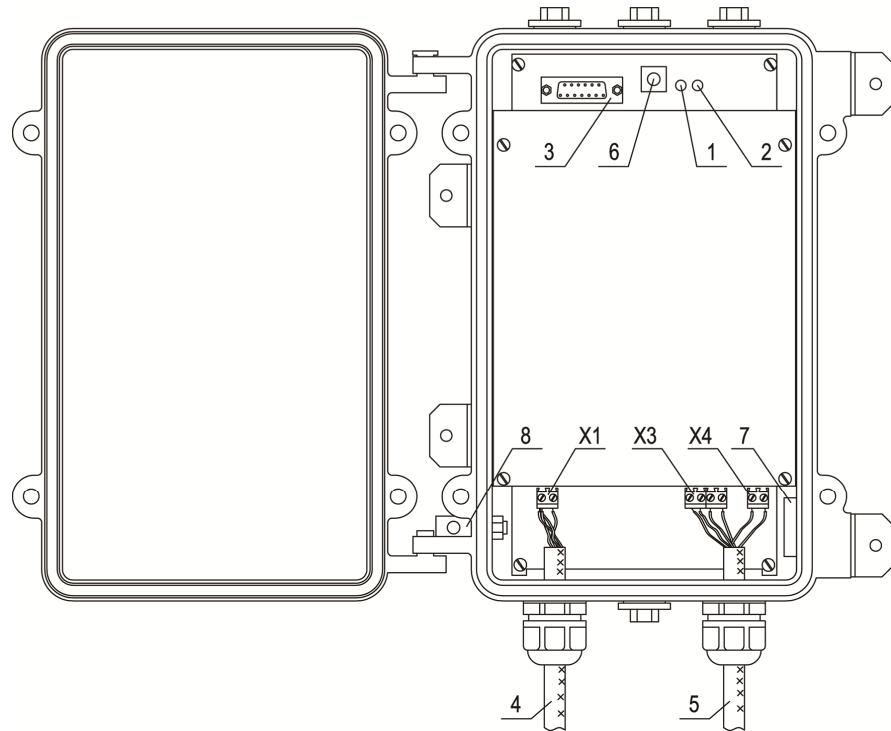

Рисунок 2.2. Блок электронный.
Конструктивно БЭ выполнен в герметичном корпусе, состоящем из двух частей: основания и крышки (рис. 2.2.). Крышка поворачивается относительно основания на двух петлях; плотное прилегание к основанию и герметизация внутреннего объема БЭ обеспечивается с помощью уплотнительной прокладки, расположенной на основании.
В нижней части платы электронной (вблизи гермовводов) расположены (рис. 2.2.):
В верхней части платы электронной расположены (рис. 2.2.):
- 3.1.2.4. Подключить БЭ к источнику напряжения 11,5 – 28,5 В постоянного тока. При этом светодиодные индикаторы «Тревога» и «Неисправность» (рис. 2.2.) могут засветиться на непродолжительное время. Окончание свечения индикаторов по прошествии 40 с с момента подачи питания будет косвенно свидетельствовать о правильности монтажа КЧЭ и готовности изделия к проверке его функционирования. Если индикатор «Неисправность» (рис. 2.2.) за это время не погаснет, то это свидетельствует о неисправности КЧЭ. Поиск и устранение неисправности производится в соответствии с разделом 5.3 настоящего РЭ.
- 3.2.1.3. Не ранее, чем через 1 мин после подачи питания на БЭ, нажать и отпустить кнопку «TEST» на плате БЭ. Наблюдать кратковременное (в интервале 1...5 с) свечение светодиода «Тревога». С помощью мультиметра убедиться в размыкании (на это время) выходных контактов «T1» и «T2» колодки «X3» на плате БЭ (рис. 2.2.).
- 3.2.1.5. Отсоединить от колодки «X1» любой оконечный проводник чувствительного кабеля (центральный или экран). Наблюдать непрерывное свечение светодиода «Неисправность». С помощью мультиметра убедиться в размыкании выходных контактов «T1» и «T2» колодки «X3» (рис. 2.2.).
- 3.2.1.6. Закоротить проводником-перемычкой или металлическим предметом (например, пинцетом) контакты колодки «X1». Наблюдать непрерывное свечение светодиода «Неисправность». С помощью мультиметра убедиться в размыкании выходных контактов «T1» и «T2» колодки «X3» (рис. 2.2.).
- 3.2.1.7. Перевести переключатель «ПИТАНИЕ» в положение ВЫКЛ. С помощью мультиметра убедиться в размыкании выходных контактов «T1» и «T2» колодки «X3» (рис. 2.2.).